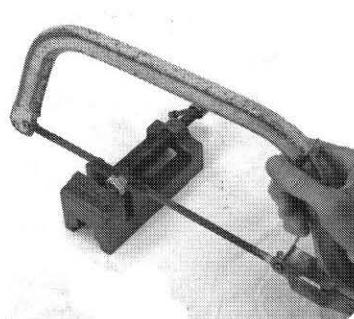

Figure 3.45
- Maintenez l'écrou par le dessus et le dessous (voir photo centrale plus bas) (Figure 3.45).